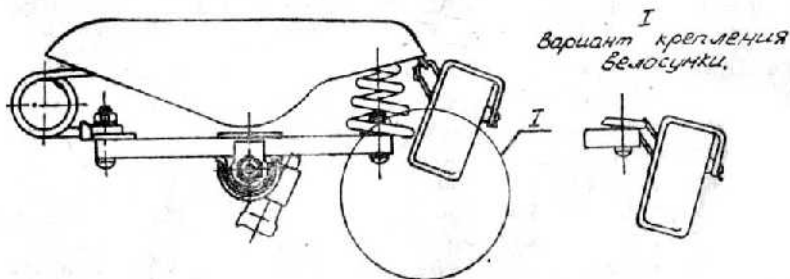
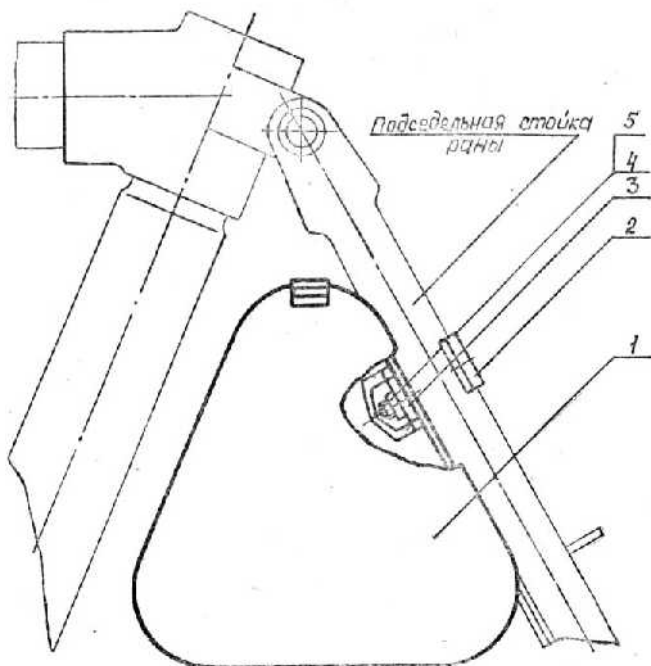

Рис. 8. Седло с инструментальной сумкой.
Рис. 9. Сумка инструментальная.
2. Сумка с инструментом крепится за ушки задней рамки (см. рис. 8); для модели 111-521 допускается инструментальная сумка из пластмассы, которая крепится на подвесках по типу баула (см. рис. 9).